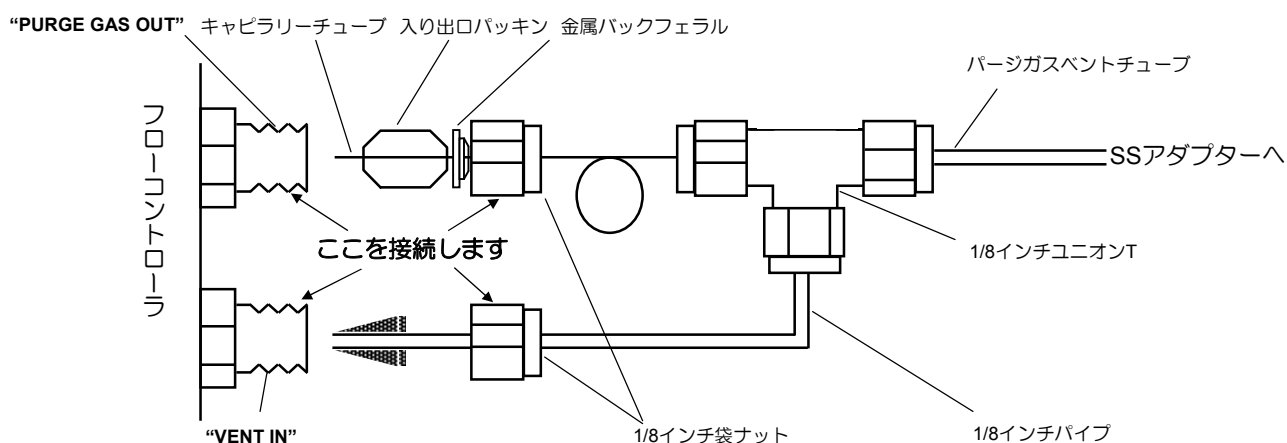

Fig. 3.15 フローコントローラーとパージラインキットの接続
- ③ キャピラリーチューブに入り出口パッキン、金属バックフェラル、1/8 インチ袋ナットを通します。
- ④ フローコントローラー背面の“PURGE GAS OUT”にキャピラリーチューブを接続します（Fig. 3.15）。
- ⑤ 1/8 インチパイプを、フローコントローラー背面の “VENT IN” に接続します（Fig. 3.15）。